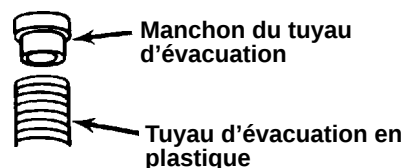

Figure 2
- 2b. Poser le manchon dans le tuyau d'évacuation en plastique. Voir la Figure 2.
NOTA : Si on utilise un tuyau d'évacuation en plastique, poser le manchon dans le tuyau d'évacuation en plastique. Voir la Figure 2. Le couper à la longueur voulue pour qu'il s'adapte à l'installation d'évacuation.